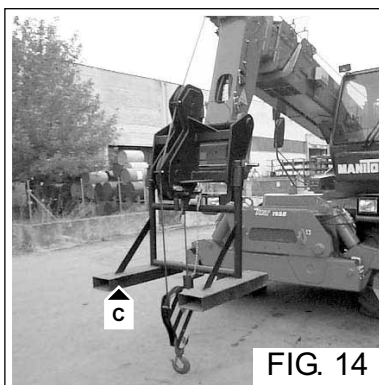

FIG. 14
- Sur le système de sécurité, sélectionner la bonne position de travail du treuil sur la flèche de la machine et enlever le support des poulies guide-corde (Fig. 14 - Réf. C).
- Select on the safety system the correct operating position for the winch on the machine boom and remove the rope guide pulley support (Fig. 14 - Ref. C).
- Seleccionar en el sistema de seguridad la posición correcta de trabajo para el cabrestante en el brazo de la máquina y quitar el soporte de las poleas guía-cable (Fig. 14 - Ref. C).